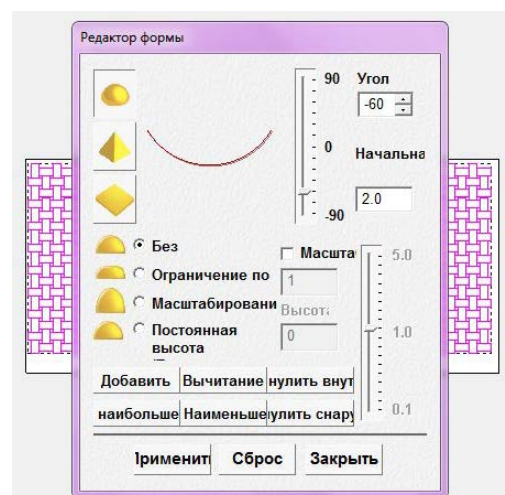

Рис. 4.14. Редактор формы
2. Наносимо рельєф майбутнього тиснення рисунка на шкірі, отримавши його за допомогою «Редактора форми», використовуючи вже готовий векторний рисунок моделі ремня (рис. 4.14).